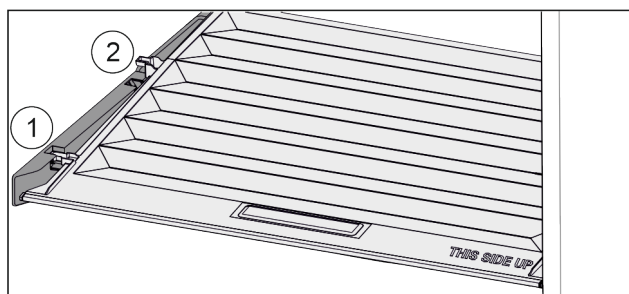

Fig. 161
- ▶ Træk dækslet fremad til åbning i holdedelene Fig. 161 (1).
- ▶ Løft nedefra og bevæg det opad og ud Fig. 161 (2).